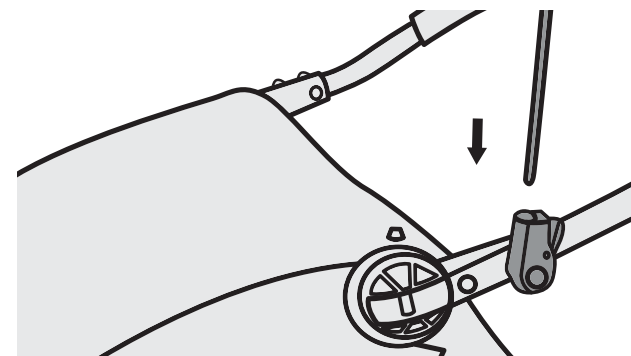

Figure 20
2. Faites glisser le mat du drapeau dans l'orifice du porte-drapeau. Pour libérer le drapeau, appuyez sur le bouton et retirez le mat (Figure 20).